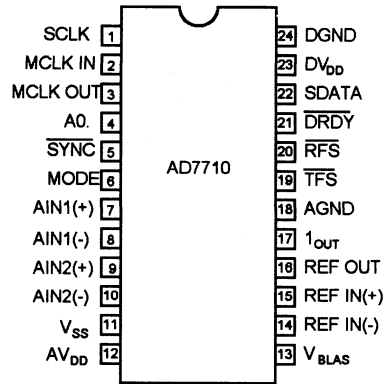

图 1 AD7710 引脚图
AD7710 引脚排列如图 1 所示。(1) 脚 SCLK: 串行时钟脉冲。当 MODE 为高电平时, 则 SCLK 引脚输出串行时钟脉冲, 器件状态为内时钟模式; 当 MODE 为低电平时, 则为外时钟模式, SCLK 为输入端。(2) 脚